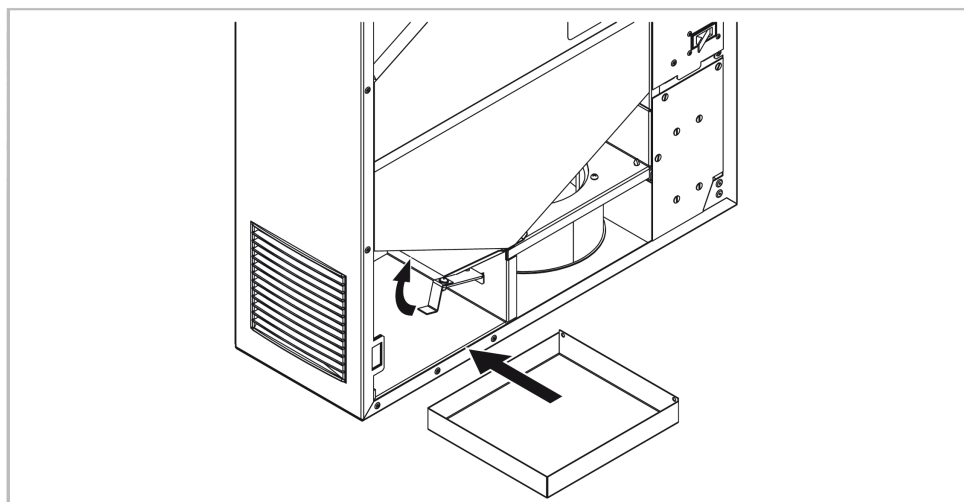

Fig 18. Installatie condensbakje
5. Leeg het condensbakje, hef de condensschakelaar op en plaats het condensbakje terug op zijn plaats (Fig. 18).